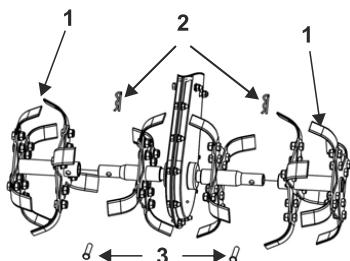

Рис.2 Установка фрез
2. Установите внешние фрезы 1 (рис. 2). Затяните все винты и гайки. Совместите отверстия в переходниках внутренней и оси наружных фрез и вставьте в отверстия штифты 3. Зафиксируйте пальцы шплинтами 2 (рис. 2).